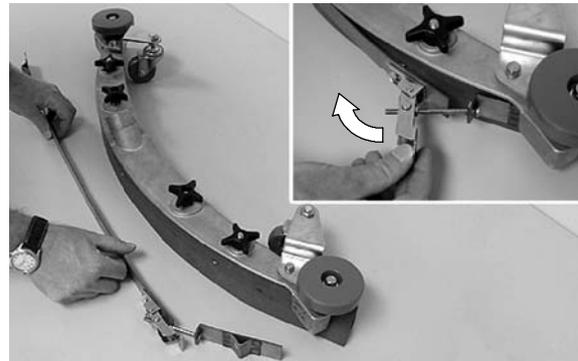

ABB. 58
2. Lösen Sie die Bandklemme und entfernen Sie das Band aus der Wischgummi-Einheit (Abbildung 58).